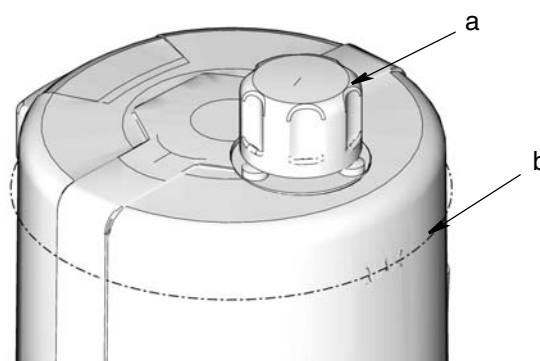

ABB. 25
- Schmiermittelbehälter dabei nicht überfüllen (ABB. 25).